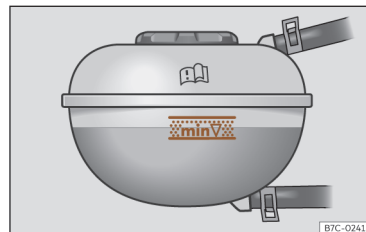

Fig. 217 No compartimento dianteiro:
• Com o motor a frio, verifique o nível do líquido de refrigeração nas marcas laterais do depósito de expansão >>> **Fig. 217**. O nível do líquido de refrigeração deverá encontrar-se entre as marcas.
• O nível do líquido de refrigeração deve encontrar-se dentro das marcas gravadas no depósito de expansão >>> **Fig. 217**. **Nunca exceda o limite superior da zona assinalada** >>> ⚠.
>>> Fig. 217. Caso contrário, quando a temperatura sobe, o líquido restante será expulso do sistema de refrigeração do motor e pode causar danos.